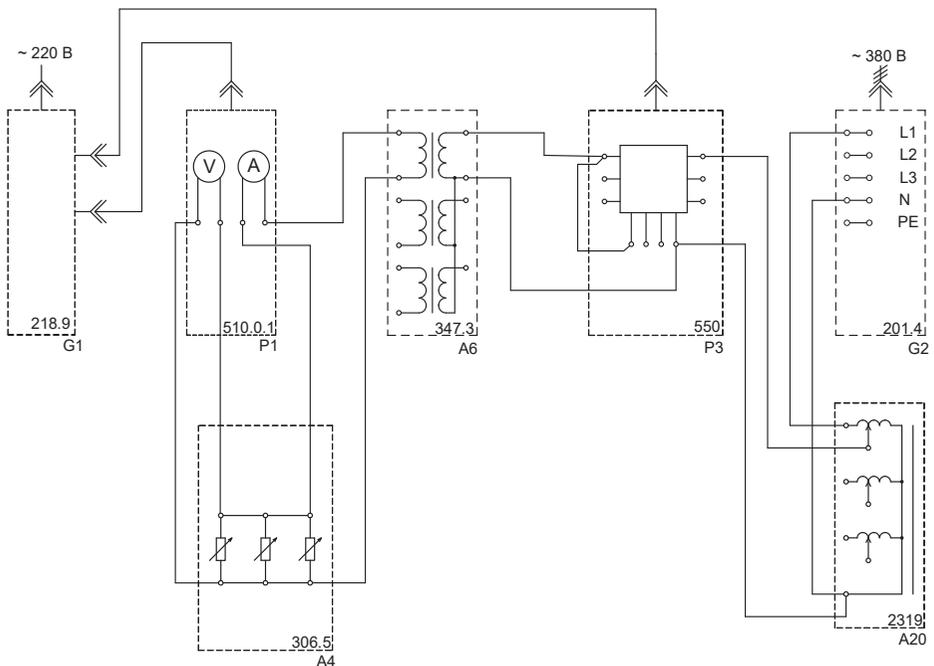

Рис. 1.5
- Соедините аппаратуру в соответствии со схемой электрической соединений, представленной на рис.1.5.